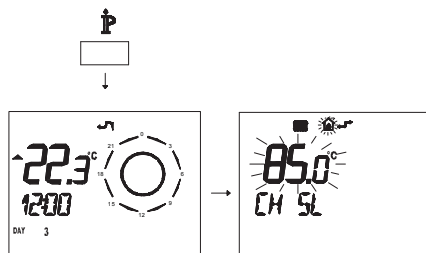

Figura 5.25
- Premere per più di 3 secondi il pulsante \mathbb{P} para per entrare in modalità *INFO* (Figura 5.25).